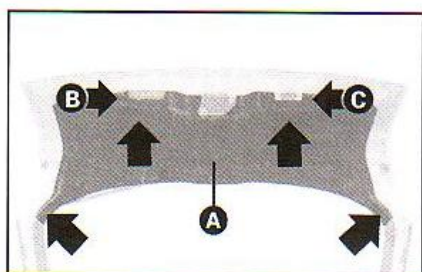

fig. 36
LUZES DO BRAKE LIGHT - BRAVA figs. 36 e 37
1) Soltar os 8 parafusos (4 visíveis e 4 sob os coxins de borracha) de fixação do painel interno da tampa do porta-malas **A**-fig. 36.